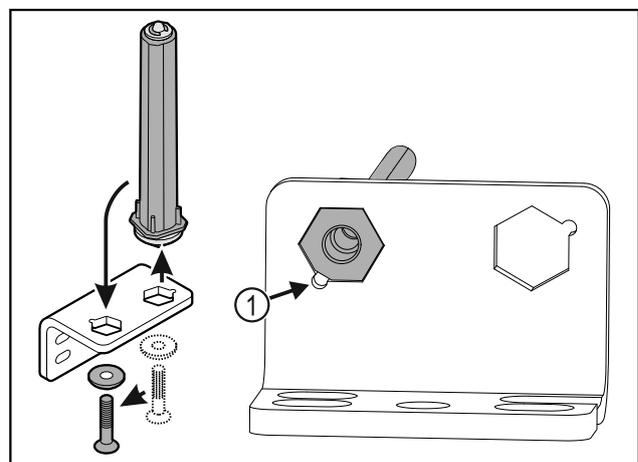

Fig. 33
- Observar que, al colocar, el bisel del perno Fig. 33 (1) apunte hacia el agujero redondo.